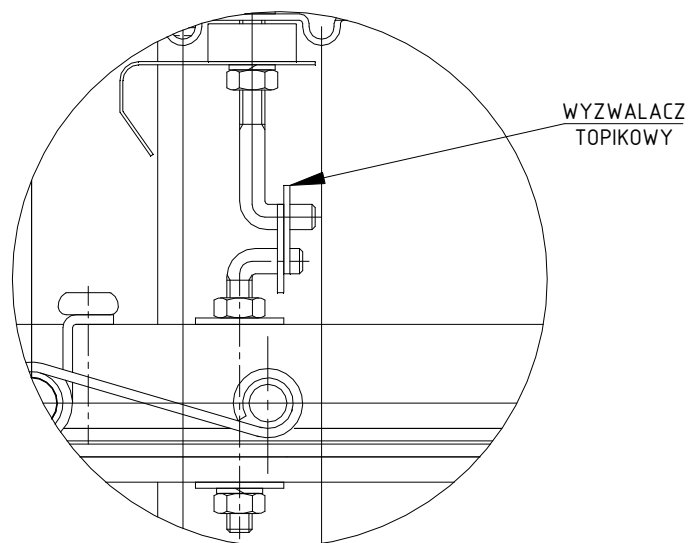

Rys. 2. Montaż kłapy KTM (wykonanie mufowe)
według rys. 2, 3 oraz 4
2. Wsunąć klapę do otworu montażowego i podeprzeć bądź podwiesić tak, aby oś przegrody kłapy znajdowała się w odległości nie mniejszej niż 55 mm od krawędzi ściany (patrz rys.2 i 3).